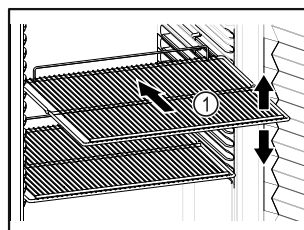

Fig. 57
- ☐ Wenn Abstellroste Fig. 57 (1) versetzbar sind, je nach Höhe anpassen.